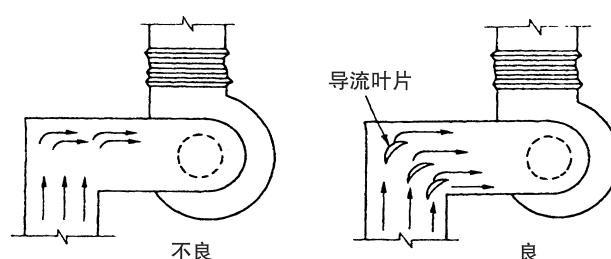

图 1.9 风机吸入风管的连接
(5) 风机吸入口在风管的直角弯曲处附近时，要如图 1.9，在直角弯曲处设置导流叶片。